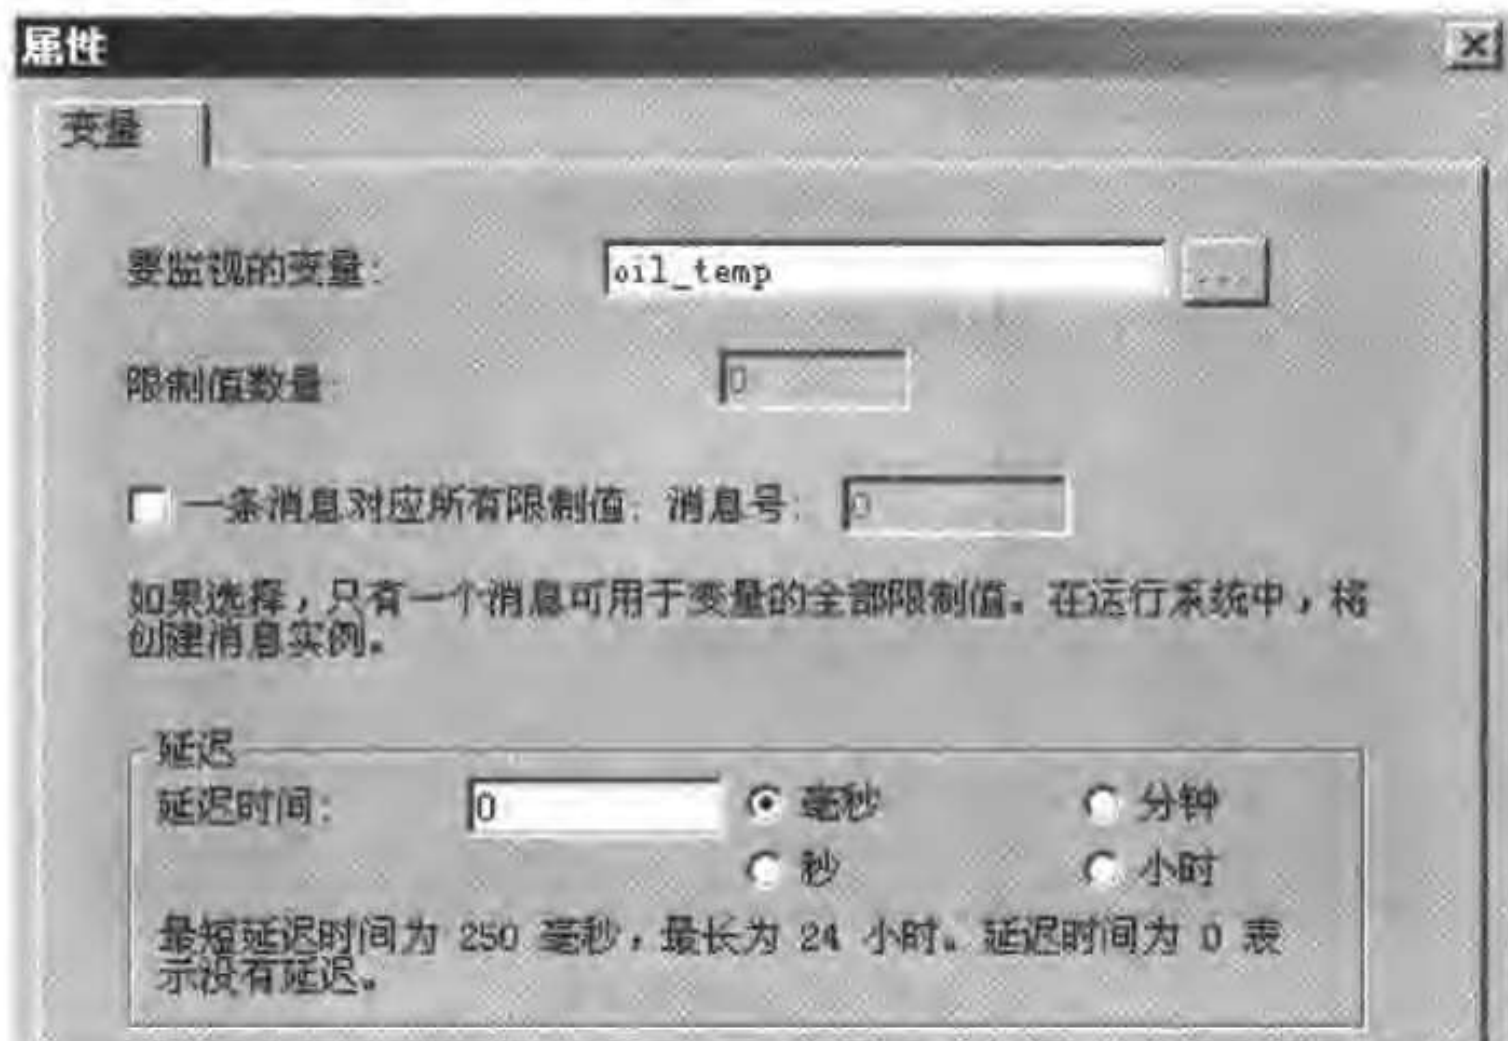

图 8-6 设置要监控的模拟量报警的变量
- 打开“属性”对话框如图 8-6 所示,定义监控模拟量报警的变量和其他属性。如果激活复选框“一条消息对应所有限制值”,则表示所有的限制值(不管是上限,还是下限)对应一个消息号。模拟量报警的延迟产生时间可在“延迟”栏中设置,外部过程的扰动有可能使过程值瞬间超过限制值,设置延迟时间将使这一部分的报警不会产生。